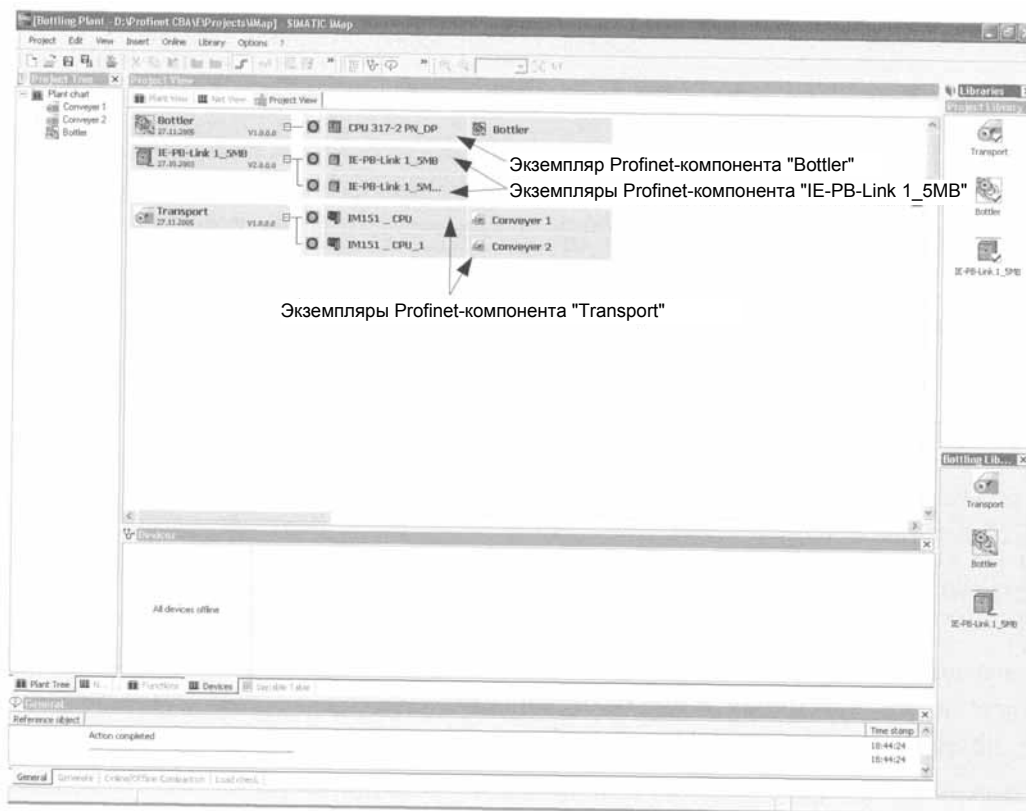

Рис. 5.42 Экземпляры Profinet-компонентов на "виде проекта" ("Project View") в Simatic iMap
- На "виде проекта" ("project view") отображаются связи между Profinet-компонентами библиотеки проекта и вставленными экземплярами (instance), функциями и устройствами (devices) (рис. 5.42).